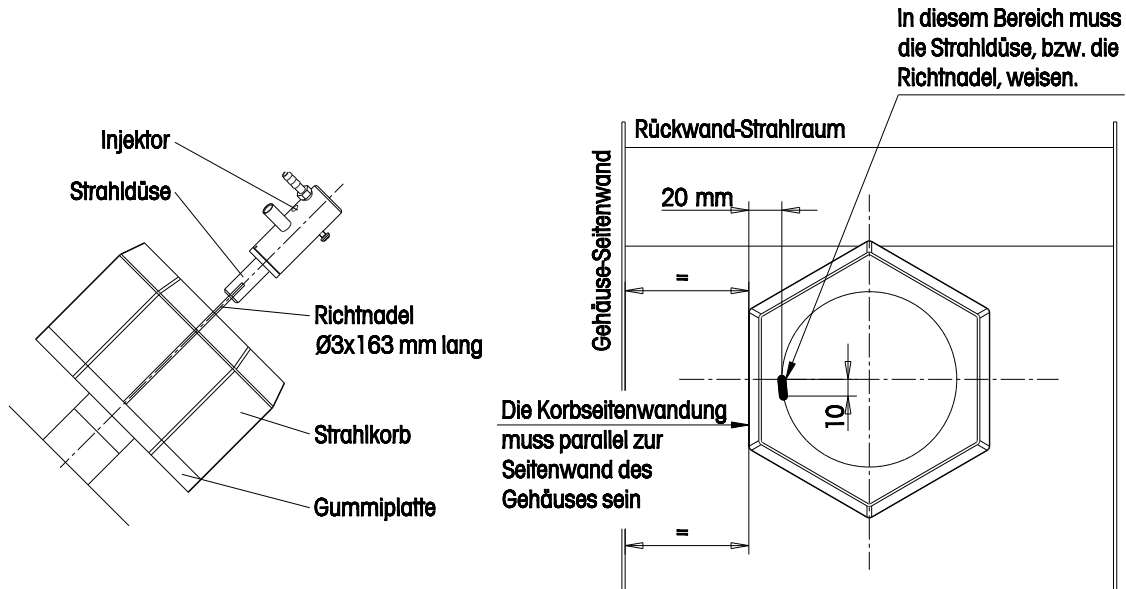

Abb. 6: Einstellung der Strahldüse
Bei erneutem Einbau des Injektors (20) für automatisches Abstrahlen unbedingt den Injektor samt Strahldüse mittels der Richtnadel (75) ausrichten. Die Richtungskorrektur der Düse wird an den zwei Schrauben (15) vorgenommen. Siehe Abb. 2 Seite 5 und Abb. 6 Seite 13.